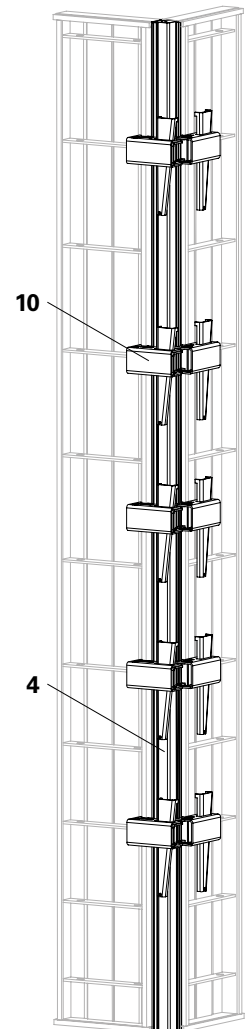

Fig. B3.02a
4. Montare il secondo telaio per parete al telaio per parete esterna seguendo la stessa procedura. (Fig. B3.02a)